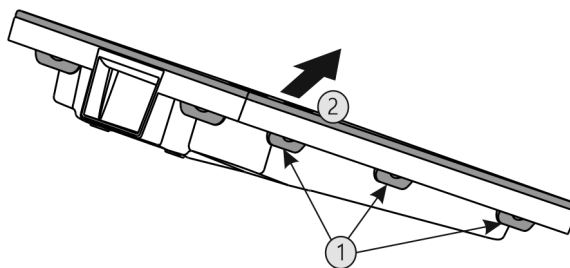

Fig. 49
- ▶ Alle lippen Fig. 49 (1) achtereenvolgens indrukken en de afdekking Fig. 49 (2) verwijderen.